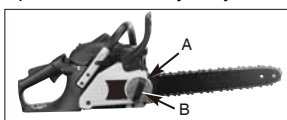

Рисунок 4
1. Для увеличения натяжения пильной цепи поворачивайте кольцо регулировки натяжения цепи (A) ПО ЧАСОВОЙ СТРЕЛКЕ, направив переднюю часть направляющей шины вверх. Чтобы ослабить натяжение цепи поворачивайте кольцо регулировки натяжения цепи (A) ПРОТИВ ЧАСОВОЙ СТРЕЛКИ. Убедитесь, что цепь плотно облегает шину по всей ее длине (рис. 4).
2. После регулировки натяжения цепи, продолжая удерживать переднюю часть шины в крайнем верхнем положении, туго затяните стопорную рукоятку шины (B). Цепь считается правильно натянутой, если она плотно облегает шину по всей ее длине и протягивается вручную (руки должны быть в перчатках) (рис. 4).